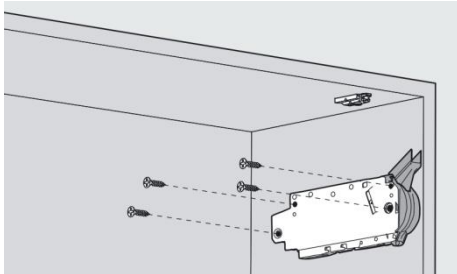

рис. 1
1. Закрепить силовой механизм подъемника к боковине с помощью шурупов 4x35 (рис. 1).